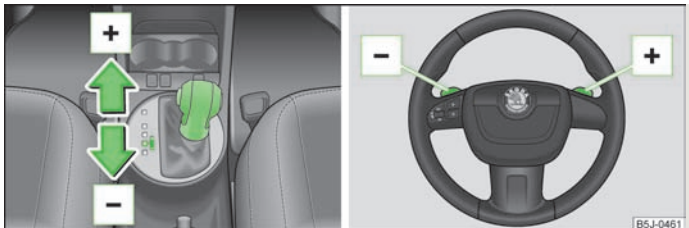

Abb. 87 Wählhebel und Multifunktionslenkrad
- › Den Wählhebel nach vorn  » Abb. 87 tippen.
- › Die rechte Schaltwippe  » Abb. 87 zum Multifunktionslenkrad ziehen.
- › Die linke Schaltwippe  » Abb. 87 zum Multifunktionslenkrad ziehen.